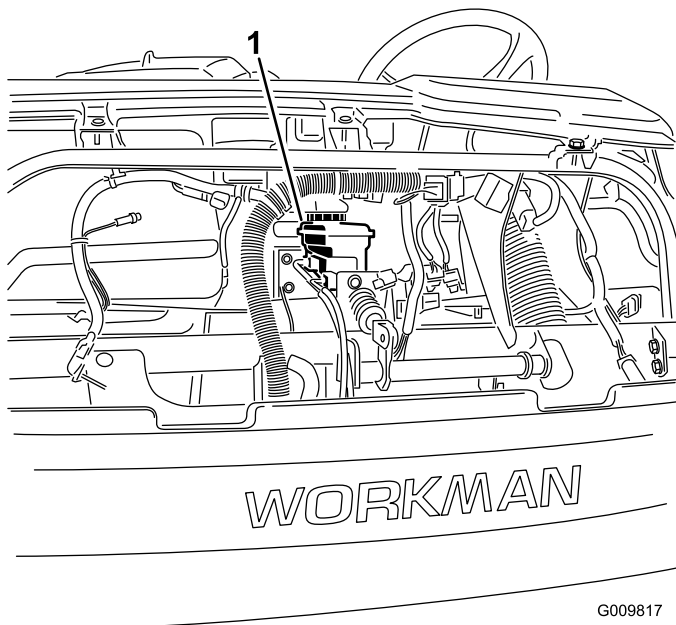

Figura 19
**Nota:** Puede retirar el capó para tener acceso al depósito desde delante de la máquina (Figura 19).